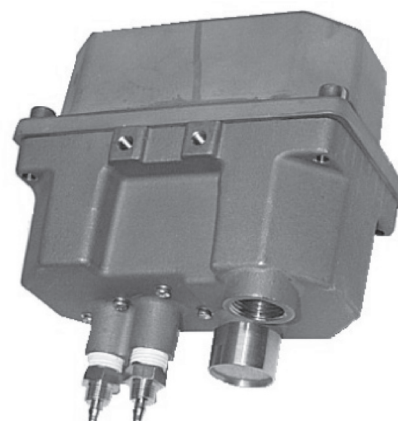

Bild 2 · Typ 6111 als Feldgerät für Offshore-Anwendungen
- **Typ 6111 als Feldgerät für Offshore-Anwendungen** (Bild 2) Befestigung mit Montagewinkel